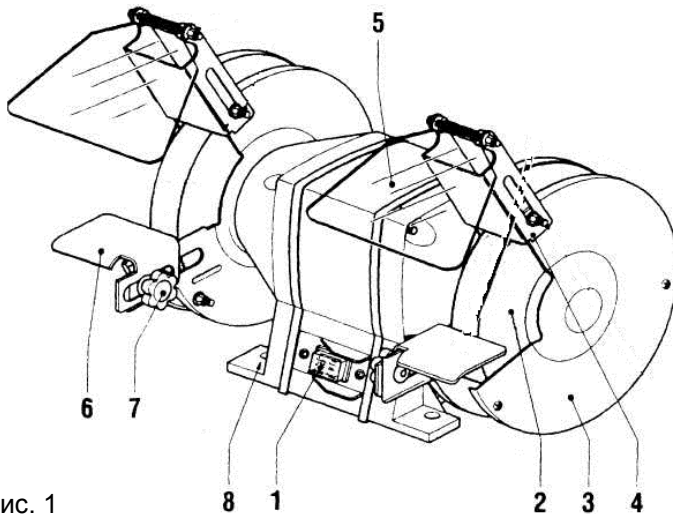

Рис. 1
ОПИСАНИЕ УСТРОЙСТВА (рис. 1)
- Сделайте на верстаке разметку под монтажные отверстия (8, рис.1).